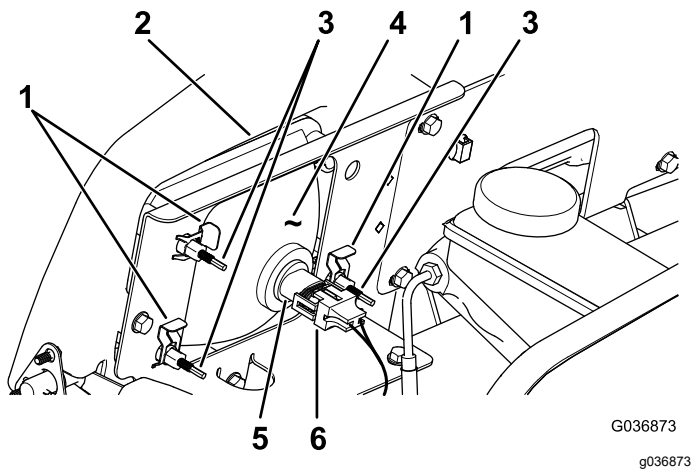

Bild 52
- Schließen Sie den elektrischen Anschluss für den Kabelbaum vom Lampenanschluss ab (Bild 52).
- Entfernen Sie die Schellen, mit denen der Scheinwerfer an der Scheinwerferhalterung befestigt ist (Bild 52).
- Schieben Sie den Scheinwerfer nach vorne durch die Öffnung in der vorderen Stoßstange und entfernen Sie ihn (Bild 52).
- Setzen Sie den neuen Scheinwerfer durch die Öffnung in der Stoßstange ein (Bild 52).
- Schließen Sie den elektrischen Anschluss für den Kabelbaum am Lampenanschluss an (Bild 52).
- Drehen Sie die Einstellschrauben an der Rückseite des Scheinwerfers (Bild 52), um den Scheinwerfer zu drehen und den Scheinwerferstrahl einzustellen.